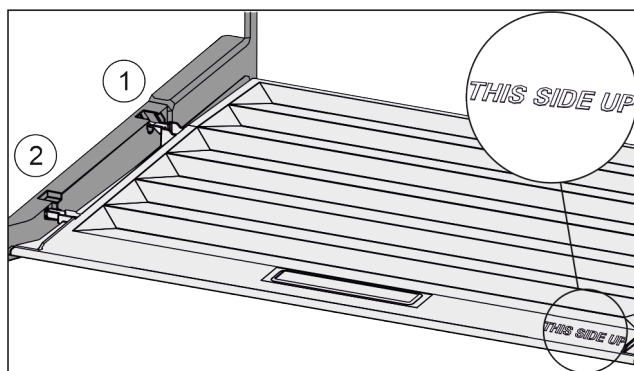

Fig. 64
- ▶ Výstupky víka zaveďte do zadních držáků Fig. 64 (1) a vpředu zaklesněte do držáku Fig. 64 (2).